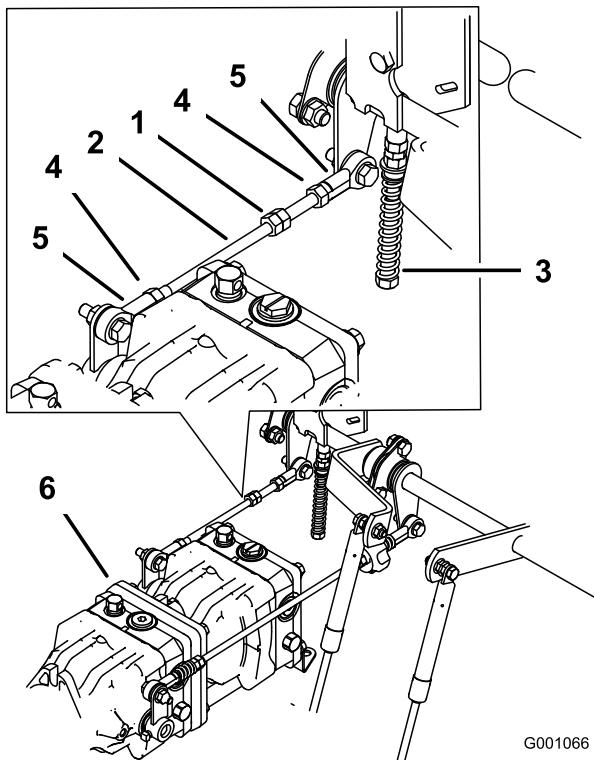

Figura 73
1. Afloje las contratuerca de la articulación esférica de la varilla de control de la bomba (Figura 73).
hasta que la rueda quede estacionaria o se mueva muy lentamente en marcha atrás (Figura 73).
6. Apriete las contratuerzas de las articulaciones esféricas (Figura 73).